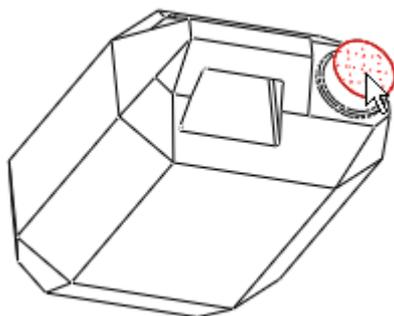

图 51-18
- (1) 单击壳工具按钮 ，打开壳特征操控板，设定壳厚度为“2.1”。
- (2) 选择图 51-18 中箭头指示的面为开口面（也称移除面）。